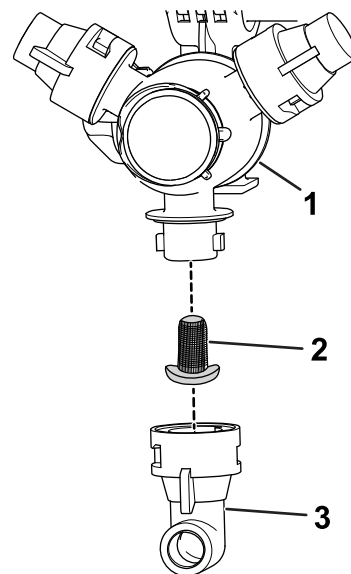

Figura 97
- Îndepărtai duza din turela de pulverizare (Figura 97).
- Îndepărtai filtrul duzei (Figura 97).
- Montați filtrul duzei (Figura 97).
- Montați duza la turela de pulverizare (Figura 97).